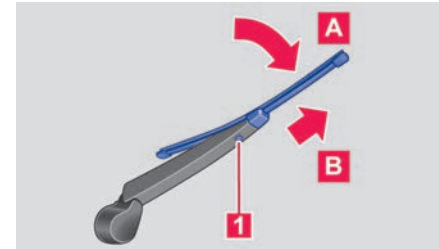

Abb. 160 Am Fahrzeugheck: Scheibenwischerblatt der Heckscheibe wechseln.
2. Entriegelungstaste gedrückt halten → **Abb. 160 1**.
3. Scheibenwischerblatt in Richtung Scheibenwischerarm kippen → **Abb. 160 A** und gleichzeitig in Pfeilrichtung abziehen **B**. Dazu kann ein erhöhter Kraftaufwand notwendig sein.
4. Neues Scheibenwischerblatt gleicher Länge und Ausführung auf den Scheibenwischerarm entgegen der Pfeilrichtung schieben → Abb. 160 **B**, bis es einrastet. Dabei muss sich das Scheibenwischerblatt in abgeklappter Position befinden **A**.